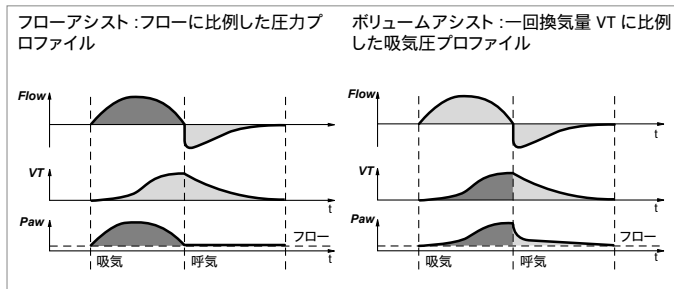

図 1 フローアシストとボリュームアシストの規定
SPN-PPSに対しては、圧力サポートは患者様の吸気努力に比例していることが理想的です。患者様の呼吸が浅い場合、わずかなサポートが提供されます。深い呼吸にはより多くのサポートが適用されます。サポートの絶対量はフローアシストとボリュームアシストのパラメーター設定および患者様の両方によります。2種類の圧力サポート、容量に比例した圧力サポート（ボリュームアシスト）とフローに比例した圧力サポート（フローアシスト）[図 1] は組み合わせることができます。正しく設定すると、病気に関連した呼吸努力の上昇のみが継続的に調整され補正されます - 病気に関連しない通常の呼吸努力は継続的に患者様のみによって提供されます。フローアシストは抵抗 (R) に打ち勝つことを助け、圧力サポートはフローに比例します。対照的に、ボリュームアシストは、肺の弾力性減少によって引き起こされた弾力性抵抗 (C) を補正します。圧力サポートは一回換気量に比例します。吸気努力と圧力サポートの関係は同じ設定に対しては一定のままですが、圧力サポートは各呼吸で変動します。自発呼吸が検出されない場合、機械的サポートもまた停止します。そのため十分な無呼吸と分時換気量のモニタリングが必要です。